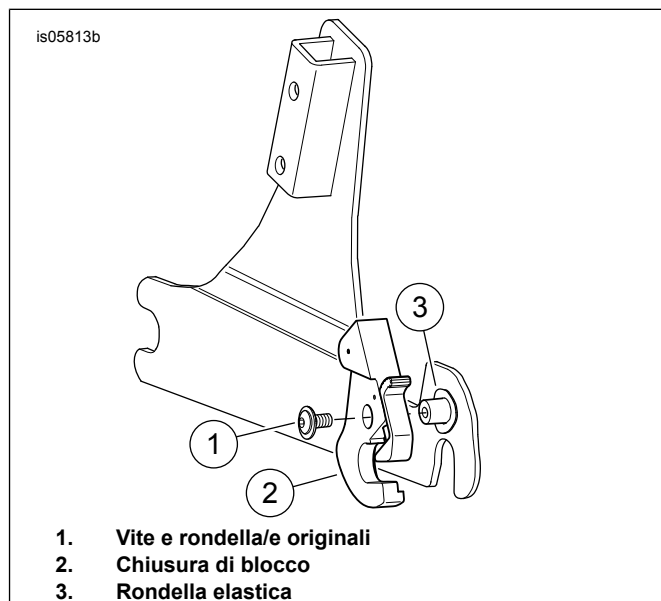

Figura 7. Installazione interna destra (rilievo nascosto)
1. Vedere Figura 7 Rimuovere la chiusura non bloccante destra. Lasciare la rondella elastica destra sul mozzo di montaggio destro.